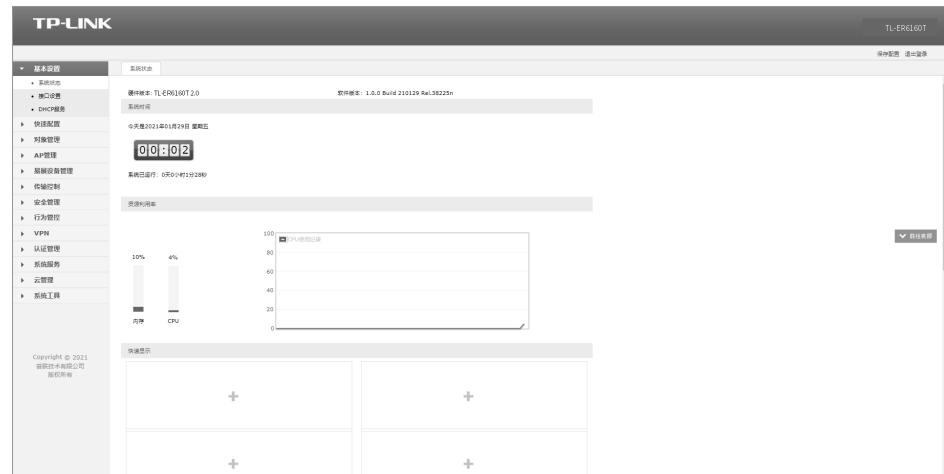

图4-3 路由器管理界面首页
5. 经过上述步骤即可成功登录路由器管理界面，如图4-3所示。点击左上角的本公司